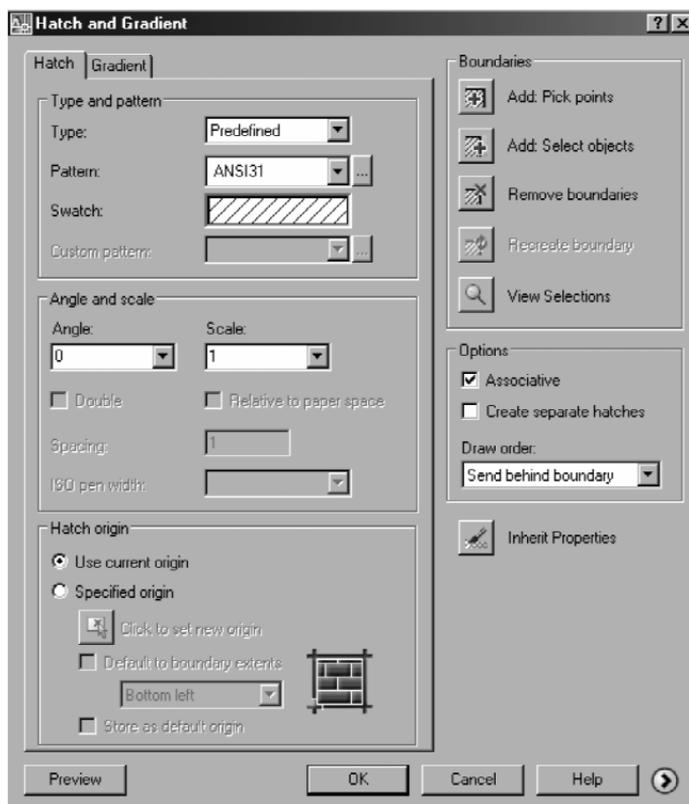

Рис. 5.1. Диалоговое окно **Hatch and Gradient**
Для создания штриховки нужно щелкнуть по пиктограмме Hatch (Штриховка) панели инструментов **Draw** (Черчение) или вызвать команду из выпадающего меню с таким же именем. После запуска команды на экране появляется диалоговое окно штриховки по контуру **Hatch and Gradient** (Штриховка и градиент) — рис. 5.1, в котором можно:
- в диалоговом окне установить параметры в соответствии с рис. 5.1;